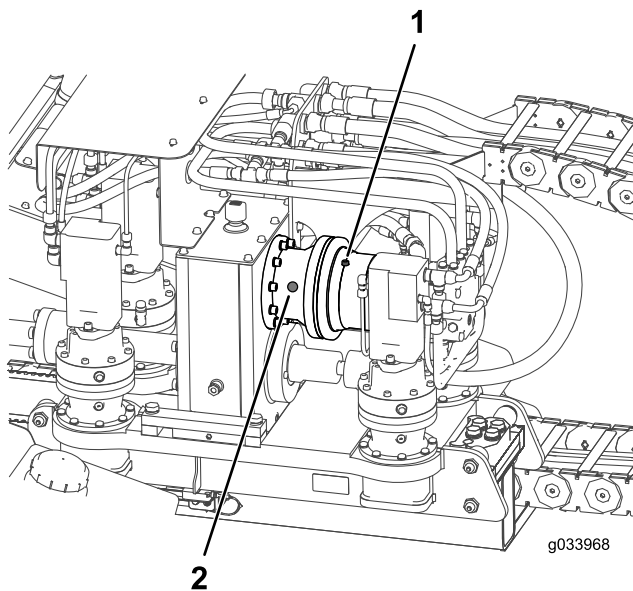

Figura 134
2. Compruebe el nivel del aceite de la mirilla de la transmisión planetaria del motor rotativo (Figura 134).
3. Si el nivel de aceite es bajo, retire el tapón de nivel de aceite (Figura 134).